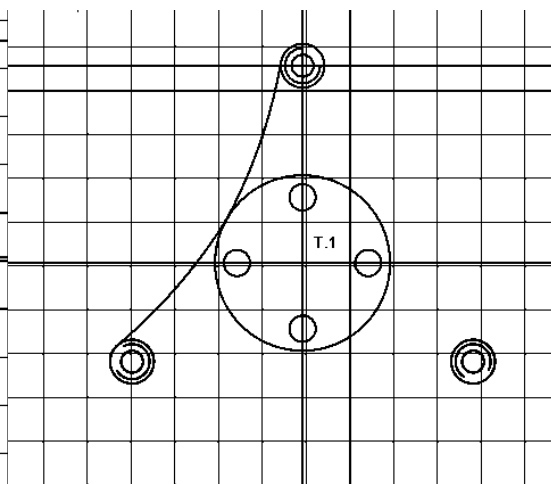

Рис. 23. Размножение Окружностей
2.3. Размножение окружностей. Размножить окружности с резьбой круговым массивом с поворотом (команда *Массив*). Центр массива – Т. 1 (рис. 23).